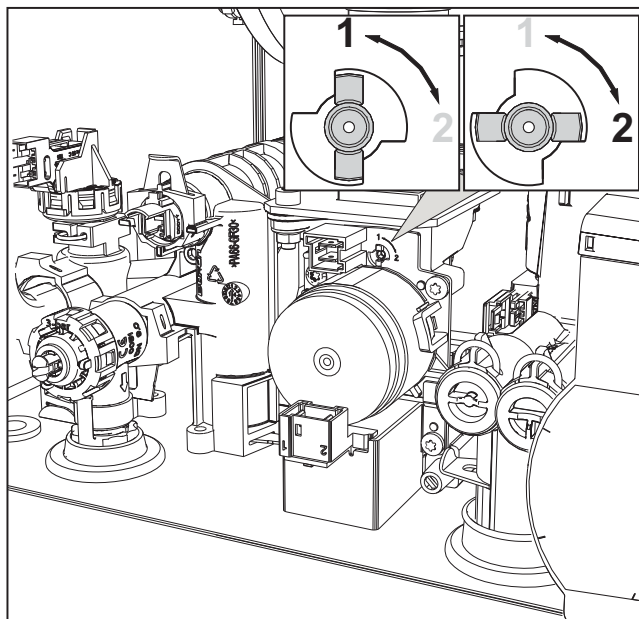

fig. 31
3. Ruotare il Throttle (fig. 31) secondo la posizione indicata nella tabella 9.